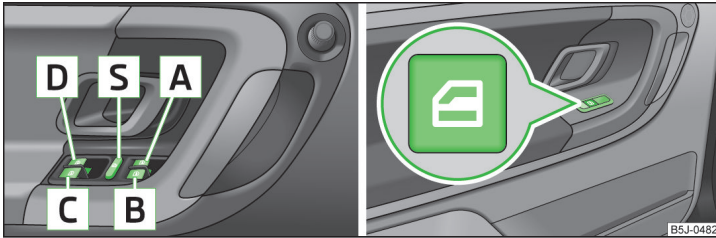

Abb. 37 Tasten in der Fahrertür / in den hinteren Türen
- Werden auf den Rücksitzen Personen, die nicht völlig selbstständig sind, z. B. Kinder, befördert, wird empfohlen, die elektrischen Fensterheber der hinteren Türen außer Funktion zu setzen (Sicherheitsschalter) **S** » Abb. 37 auf Seite 54.
- Wenn die Zündung ausgeschaltet wird, lassen sich die Fenster noch für ca. 10 Minuten öffnen oder schließen. Nach dem Öffnen der Fahrer- oder Beifahrertür können die Fenster nur mit der Taste **A** » Abb. 37 auf Seite 54 bedient werden.
Tasten der Fensterheber » Abb. 37.
Durch Drücken des Sicherheitsschalters **S** » Abb. 37 können die Tasten der Fensterheber in den hinteren Türen außer Funktion gesetzt werden. Durch wiederholtes Drücken des Sicherheitsschalters **S** sind die Tasten der Fensterheber in den hinteren Türen wieder funktionsfähig.
- › Die Taste **A** » **Abb. 37 auf Seite 54** in der Öffnungsstellung halten.
- › Die Taste **A** » **Abb. 37 auf Seite 54** in der Schließstellung halten.